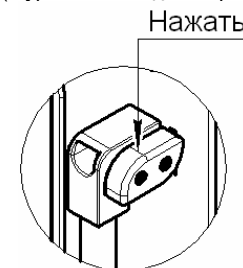

Рис.6
7.6 Когда, при достижении заданной температуры воздуха в камере сигнальные лампы погаснут, откройте дверку, нажав на кнопку (рис.6) и установите противни или другие ёмкости с продуктами на нужный уровень (1 уровень – под камеры; 2, 3 и 4 уровни – на направляющие). Закройте дверку.